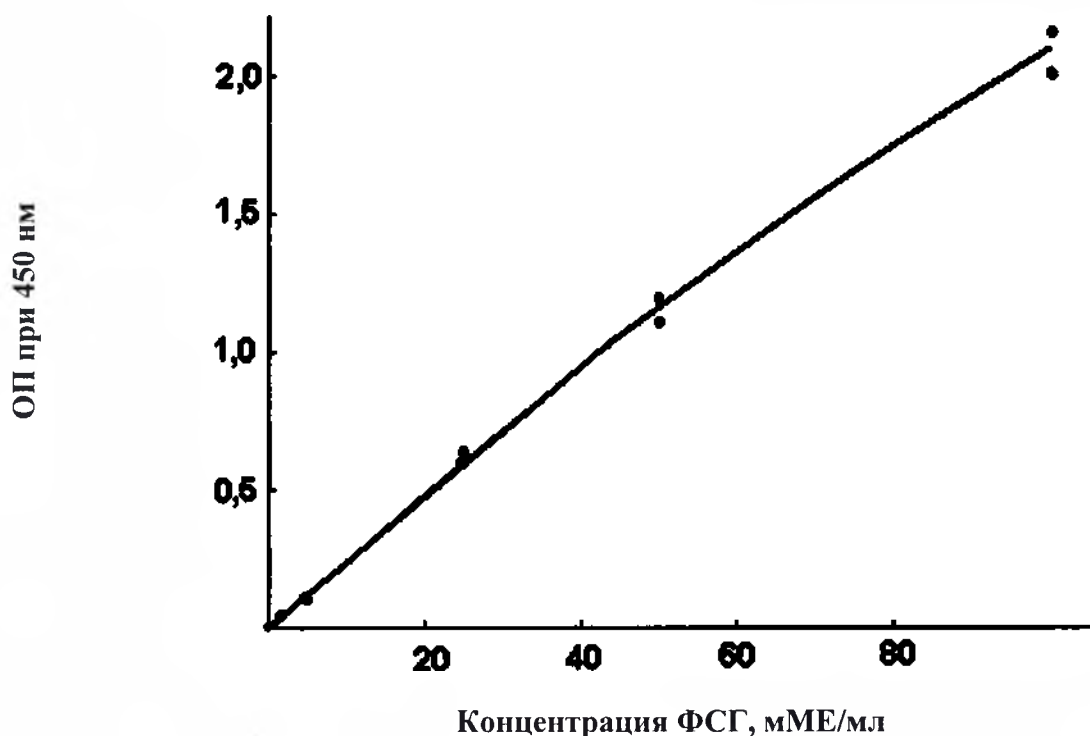

Рисунок 2. Типичный калибровочный график
9.1. Построить калибровочный график зависимости оптических плотностей от концентрации ФСГ (мМЕ/мл) в калибровочных пробах (Рисунок 2). Внешний вид графика зависит от способа преобразования осей.